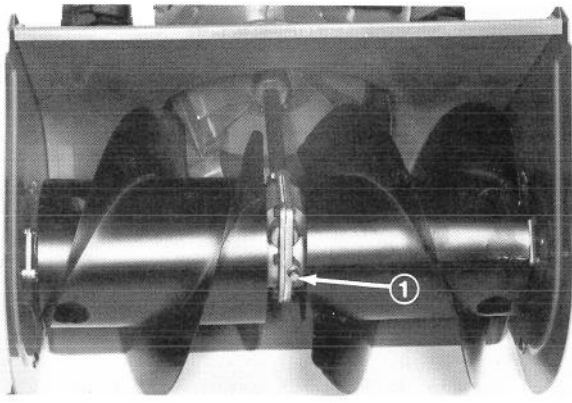

Figure 30
3. Nettoyez le tour du bouchon de vidange (Fig. 30) pour enlever toute saleté.
4. Placez le bac de vidange sous l'avant du carter d'engrenage de tarière et enlevez le bouchon à tuyau qui ferme ce carter (Fig. 30). (Voir la rubrique "Vérification de l'Huile de l'Engrenage de Tarière", page 9).
7. Reposez le bouchon à tuyau fermant le carter (Fig. 30).